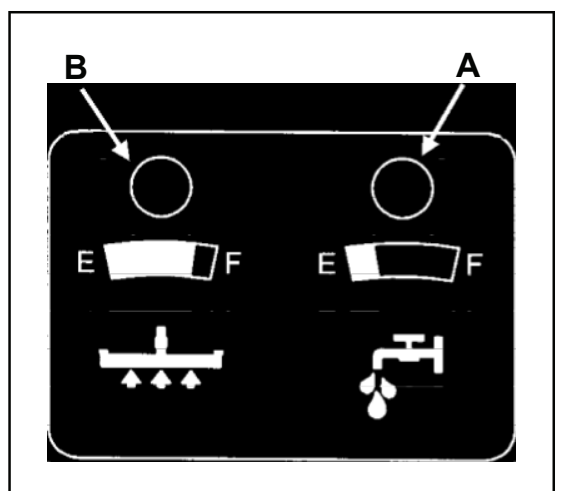

Abbildung 23
**Anzeige "Laugentank leer" (siehe Abbildung 23 A)**
**Die Anzeige "Schmutzlaugentank voll" (siehe Abbildung 23 B)**